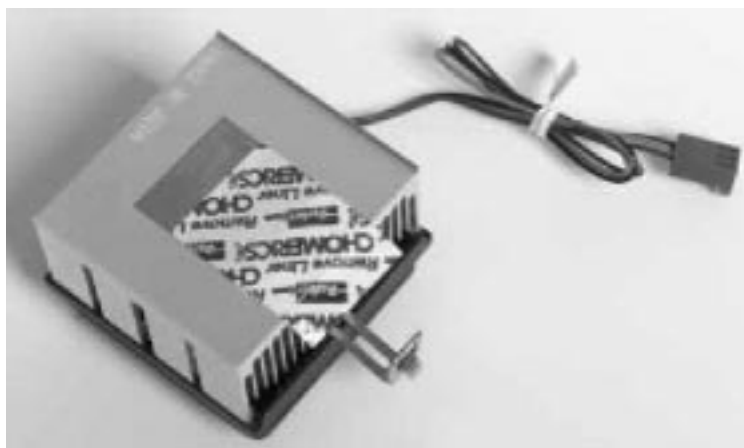
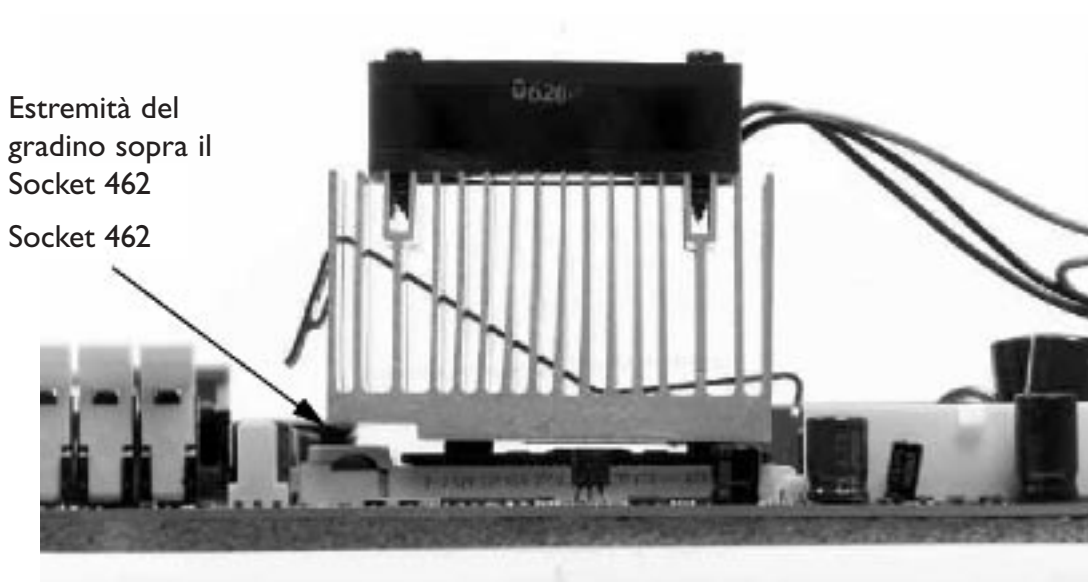

Figura 8. La parte inferiore di un dissipatore di piccole dimensioni con la base piatta.
Figura 13. Il dissipatore parzialmente installato appoggiato sui piedini di gomma.
8. La Figura 8 mostra la parte inferiore del modello più piccolo di dissipatore della pagina precedente. Questo dissipatore ha una parte inferiore piatta e il suo posizionamento sul processore è determinato dalla clip asimmetrica utilizzata per assicurare il dissipatore al processore (la Figura 13 mostra un esempio di clip asimmetrica).
13. La Figura 13 mostra una visione laterale del dissipatore con la clip installata sull'aletta centrale posta nella parte inferiore del socket. Notare come il dissipatore venga a trovarsi sui piedini di gomma e non sul processore. Una volta operata la completa installazione della clip, i piedini di gomma verranno compressi e il dissipatore verrà a trovarsi a contatto con il die del processore.
Nota: La Figura 13 illustra come l'estremità della clip, che supera la parte superiore del socket (la parte recante la scritta "Socket 462"), sia molto più lunga dell'altra estremità.